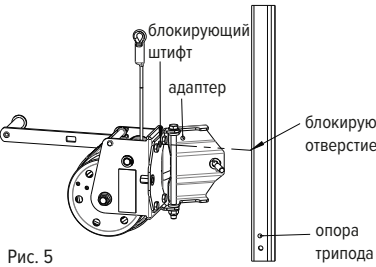

Рис. 5
- 1. Откройте держатель (рис. 5).